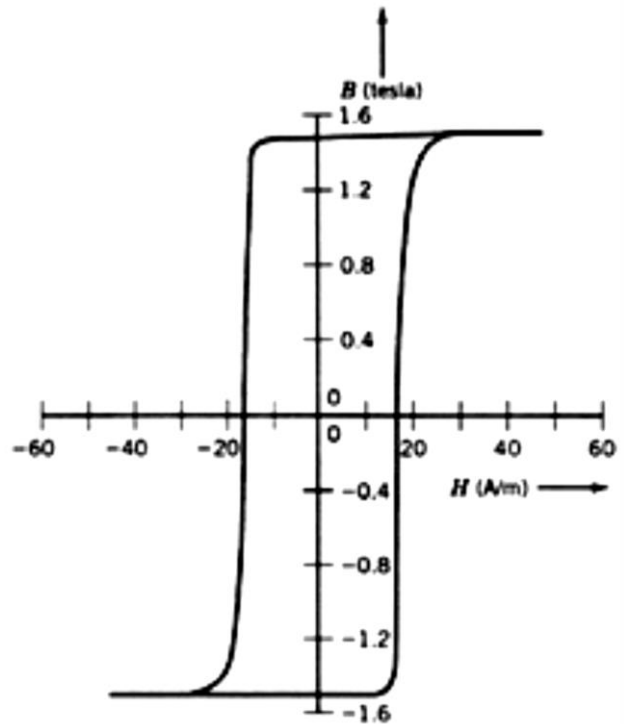

Figura 2 – Histerese magnética completa para uma liga de Ni-Fe.
- 4) A Figura 2 mostra a curva B vs H para uma liga de Ni-Fe.